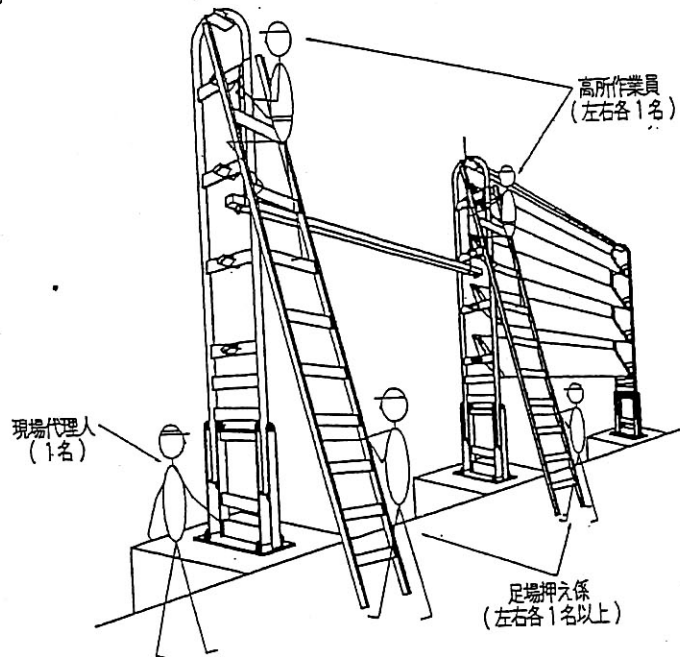

図6
- ① 図6の様足場にのぼった作業員はゲージ鋼材にスリングベルト等をかけます。この時スリングベルト等がゲージ鋼材から外れないようにしっかりとかけて下さい。